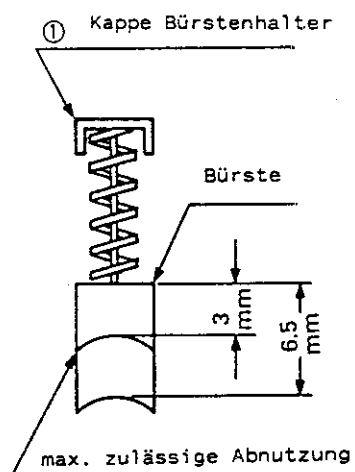

Abbildung 4.3.4 Bürstenprofil
- (1) Entfernen Sie die rechte und linke seitliche Sockelabdeckung entsprechend Abschnitt 4.3.3.
- (2) Links und rechts befinden sich zwei Abdeckungen des Bürstenhalters. Drehen Sie diese (1) mit Hilfe eines Schraubendrehers entgegen dem Uhrzeigersinn heraus.
- (3) Abbildung 4.3.4 zeigt ein Profil der Bürste und die max. Abnutzung. Die Länge der Bürste ist zu prüfen und vor Erreichen der max. Abnutzung auszuwechseln.
- (4) Bei Beschädigungen ist die Bürste unabhängig von der Länge auszutauschen.
- (5) Achten Sie darauf, daß die Bürste wieder richtig eingesetzt wird.